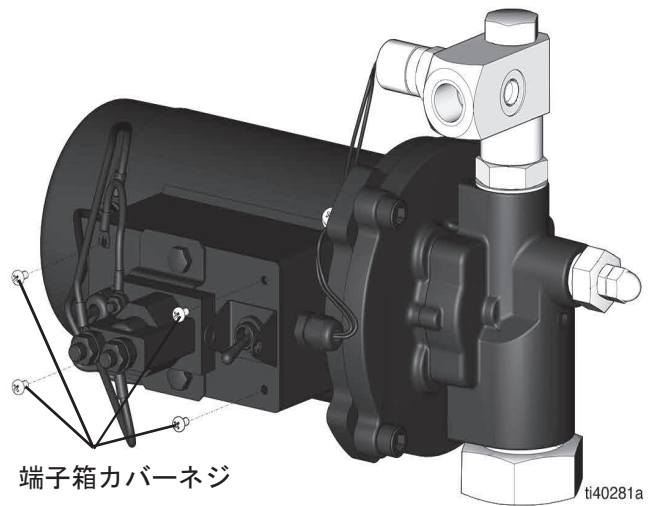

図 28
5. 端子箱カバーのネジ 4 本を取り外します（図 28）。